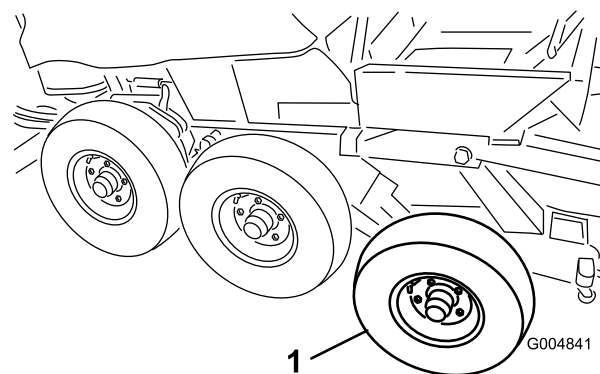

Figure 123
36. Déposez les roues avant et centrales du cadre d'hiver (Figure 123).